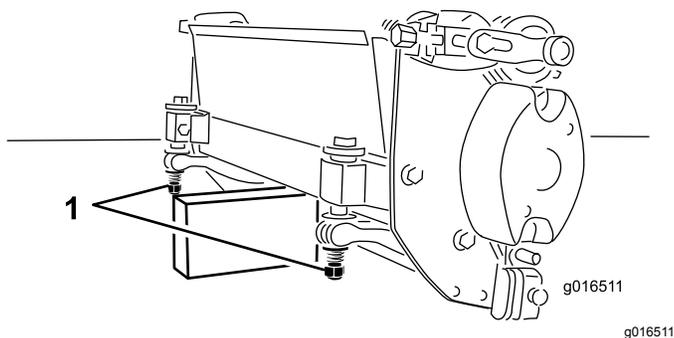

Рисунок 10
Если режущий блок необходимо наклонить для получения доступа к неподвижному ножу или барабану, обоприте заднюю часть режущего блока на опору, чтобы гайки с обратной стороны регулировочных болтов планки неподвижного ножа не упирались в рабочую поверхность (**Рисунок 10**).
- Примечание:** Следите, чтобы гайки с обратной стороны регулировочных болтов планки неподвижного ножа не упирались в рабочую поверхность (Рисунок 10).